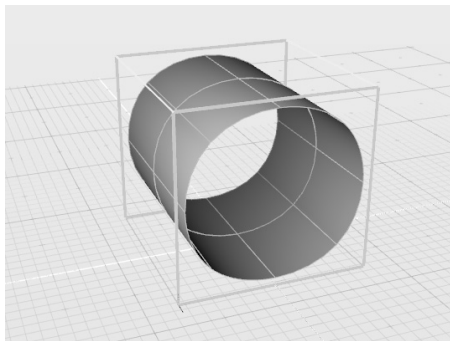

图 6-27 重新转化多边形为曲面
- 5) 勾选“Nurbify”复选框进行转换，结果如图 6-27 所示。